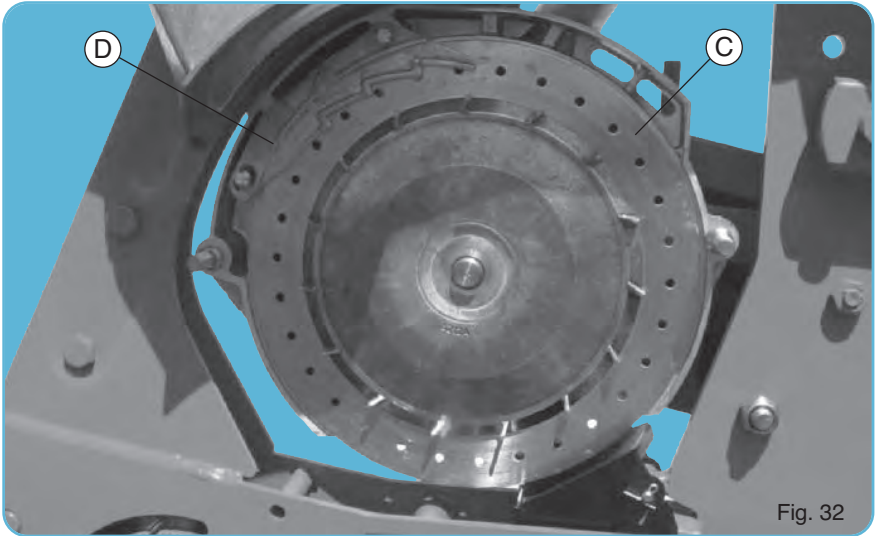

Fig. 32
Zgarniacz ziarna (D) umieszczony jest na tarczy (od strony pokrywy a nie pomiędzy tarczą a plastikowym wieńcem) (Fig. 32).
Чистачите на семена (D) се поставят върху дисковете (от страната на капака, а не между диска и пластмасовата корона) (fig. 32). Във вътрешността на капака (B) има ламаринен прозорец. Прозорецът (2) регулира потока на семена от кутията и осигурява постоянно и достатъчно ниво пред диска.